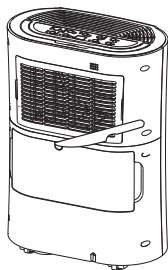

Рис. 5
3. В резервуаре для воды (7) удалите заглушку отверстия для отводной трубы (9) (рис. 5). Для удобства подключения вы можете демонтировать резервуар для воды (7).
4. Установите отводную трубу (12) на сливной патрубке (10) (рис.5).